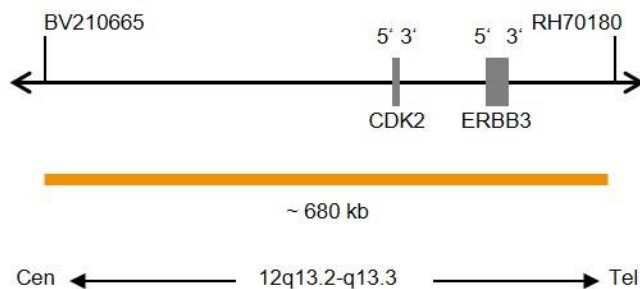

Abb. 1: SPEC ERBB3 Sondenlokalisierung (nicht maßstabgetreu)
- ZyOrange (Anregung 547 nm/Emission 572 nm) markierten Polynukleotiden (~4,5 ng/μl), die gegen Sequenzen in 12q13.2-q13.3\* (chr12:55,938,458-56,616,182) gerichtet sind, welche die ERBB3-Genregion enthalten (siehe Abb. 1).